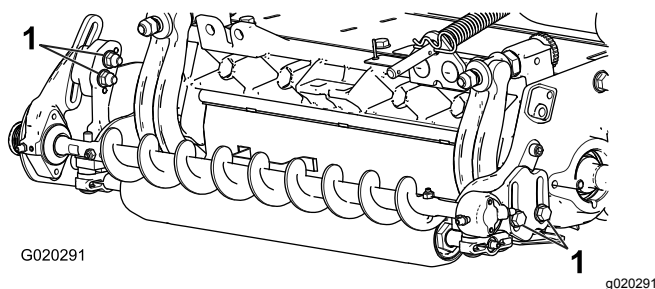

Figura 17
27. Allentate i 2 bulloni che fissano l'alloggiamento del cuscinetto della spazzola per rullo alla staffa di montaggio della spazzola per rullo (Figura 17).